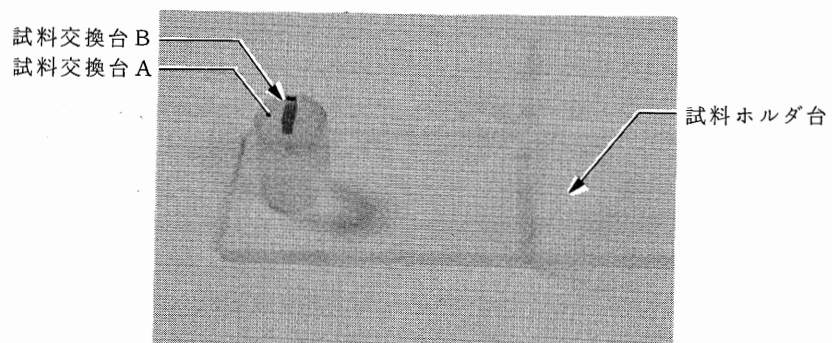

図 4.3 試料交換台の設置
2. 試料交換台 B の方向が図 4.3 に示す方向になるように，試料交換台 A を試料ホルダ台（3章）に取り付ける。